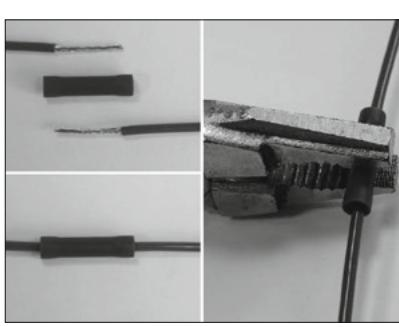

Abb. 5/Fig. 5/Puc. 5/图5
- 如果燃油泵和法兰盖之间的连接电缆过短、有不匹配接头或者备件套装供货范围不包括连接电缆：借助旧连接电缆和随附压合接头可以做出匹配的连接电缆（见图 5）。注意极性是否正确。